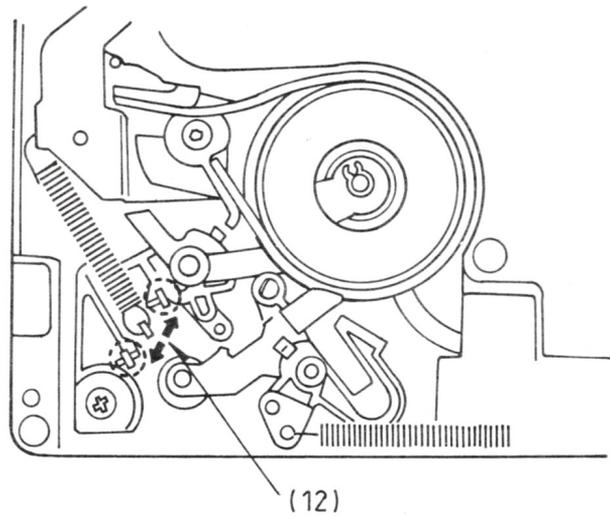

Fig. 18
- Si la valeur s'écarte de la valeur spécifiée 0,2N...0,25N, corriger la tension de bande en déplaçant le point d'encrage du ressort (**12**) (**Fig.18**).